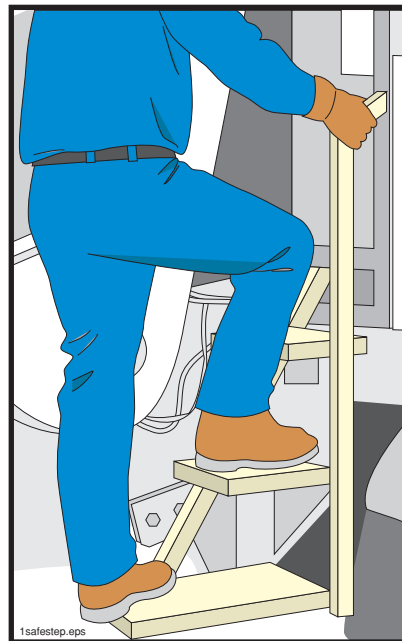

Figura 66
- 15.16** **⚠️ ADVERTENCIA** Recuerde subir y bajar de la unidad utilizando la “regla de 3 puntos”. Las dos manos y un pie o una mano y los dos pies deberán estar en contacto con una superficie segura en todo momento (Figura 66).